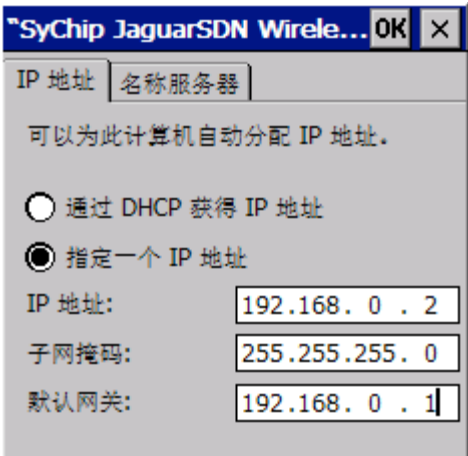

图 5-2-3
1. 选中“JAGUARSDN1”图标，如 5-2-2 所示单击菜单栏中的“连接”，选择“属性”，将弹出如图 5-2-3 所示的对话框。
2. 在图 5-2-3 所示的对话框中有两个选项卡。其中一个为“IP 地址”，用户可以在此修改以太网适配器的 IP 地址、子网掩码和默认网关等参数。如果网络支持 DHCP 协议，也可以选择“通过 DHCP 获得 IP 地址”。